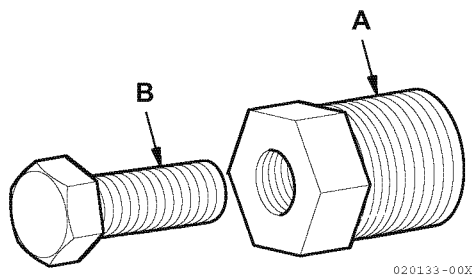

Figura 9
2. Instale o extractor (A, **Figura 9**) na hélice.
3. Gire o macaco de rosca (B, **Figura 9**) no sentido dos ponteiros do relógio para remover a hélice do corpo da bomba.